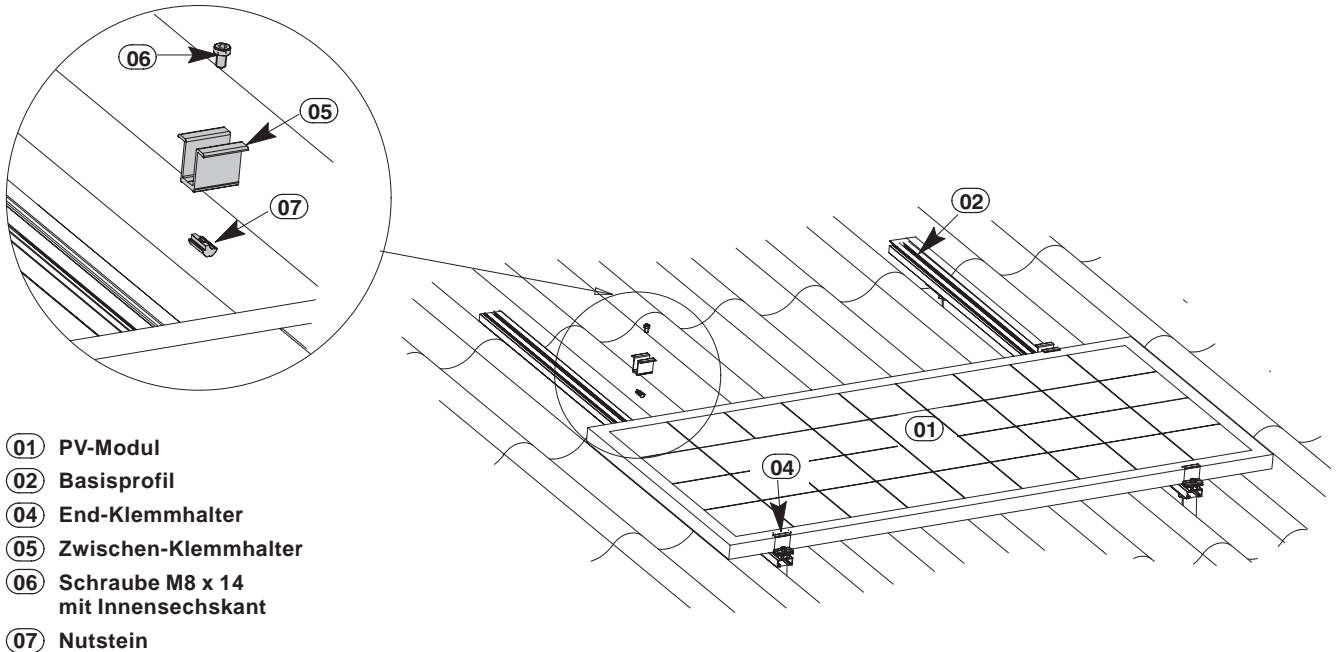

Abbildung 11b: Befestigung des Zwischen-Klemmhalters
- 1.) Nutsteine (07) - für zweites PV-Modul - in Basisprofile einbringen.
- 2.) Zwischen-Klemmhalter (05) - gemäß Abbildung 11b - mit Schrauben (06) und Nutsteinen fixieren.